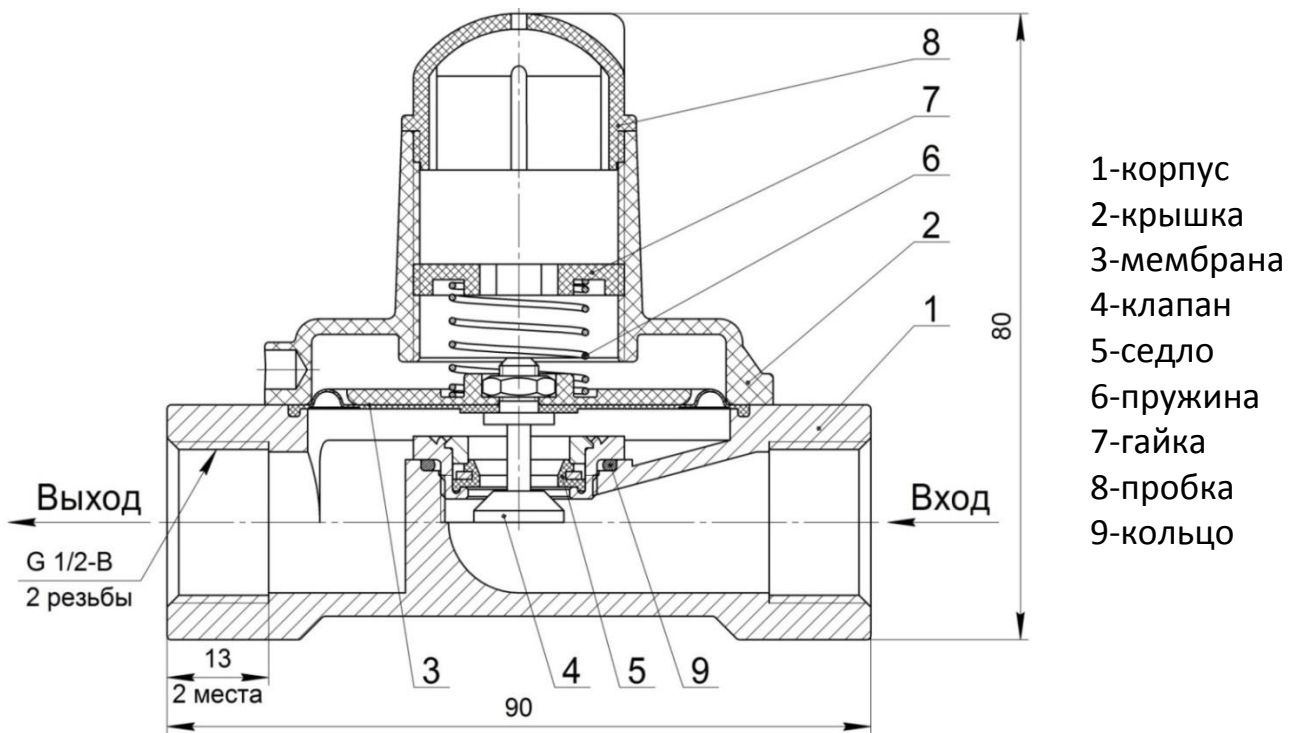

Рисунок 1 – Функциональная схема стабилизатора
Содержание работ: Замена элементов 3, 4 (см. рисунок 1)
- установить детали на свои места согласно рисунок 1;
Примечание 2. При разрушении корпуса поз.1 (см. рисунок 1) ремонт по техническому состоянию не проводить.